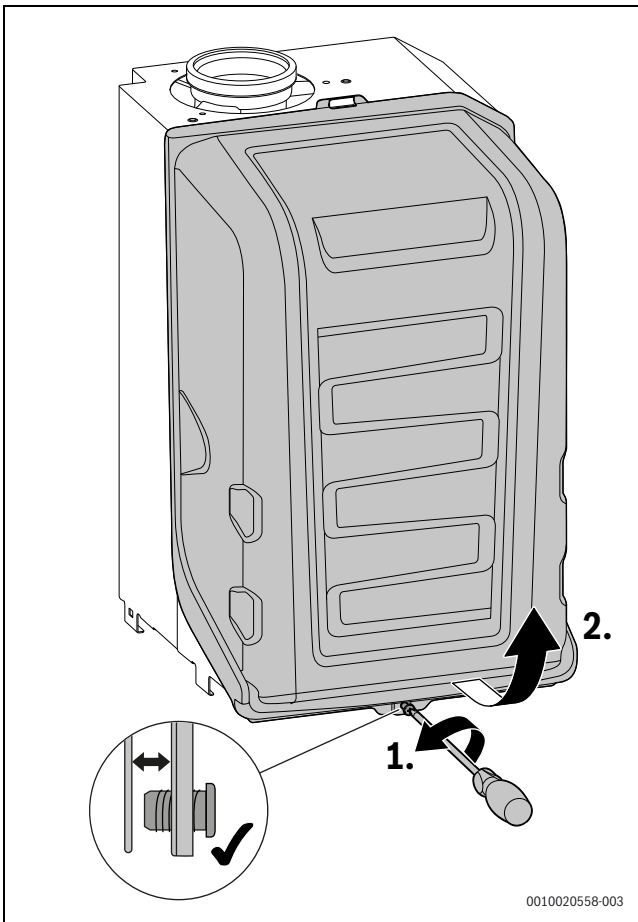

Bild 135 Brennerhaube abnehmen
- ▶ Brennerhaube abnehmen (→ Bild 135, Seite 71).